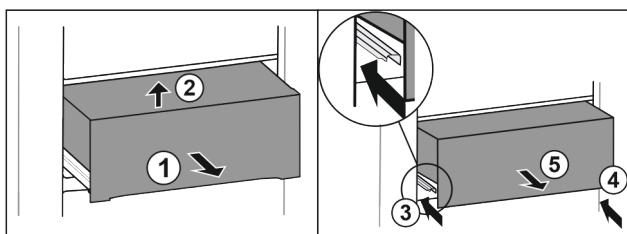

Fig. 38
- Вытяните выдвижной ящик наполовину. Fig. 38 (1)
- Приподнимите выдвижной ящик спереди. Fig. 38 (2)
- Вставьте левую направляющую. Fig. 38 (3)
- Вставьте правую направляющую. Fig. 38 (4)
- Извлеките выдвижной ящик движением вперед. Fig. 38 (5)